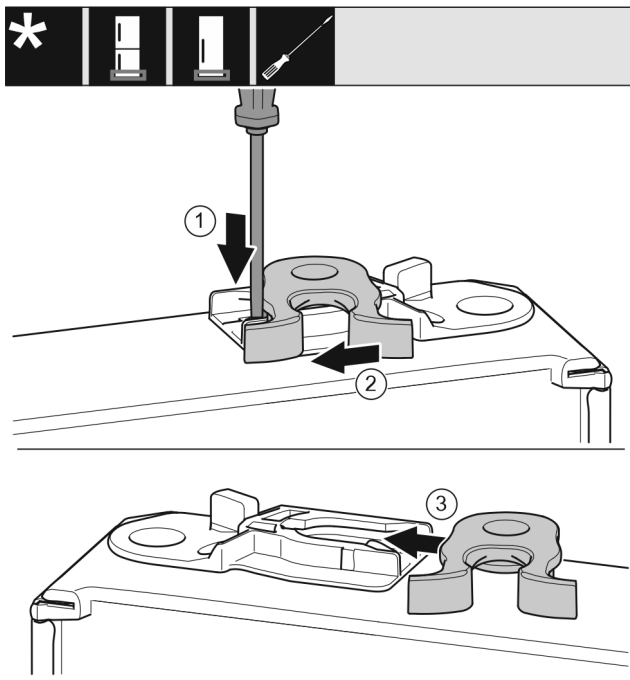

Fig. 33
- ▶ Прижмите накладку Fig. 33 (1) шлицевой отверткой вниз.
- ▶ Выведите запорный крючок Fig. 33 (2) из направляющей.
- ▶ Вставьте запорный крючок Fig. 33 (3) в направляющую с другой стороны.